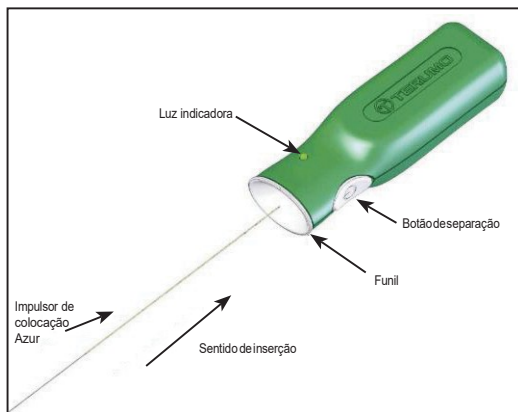

Figura 2 – Controlador de separação Azur
13. Antes de usar o dispositivo, remova a extremidade proximal do impulsor de colocação da embalagem em forma de tubo. Cuidado para não contaminar esta extremidade do impulsor de colocação com substâncias estranhas, como sangue ou contraste. Insira firmemente a extremidade proximal do impulsor de colocação dentro da seção do funil do controlador de separação Azur. Consulte a Figura 2. **Não pressione o botão de separação neste momento.**
33. Conecte a extremidade proximal do impulsor de colocação ao controlador de separação Azul inserindo firmemente a extremidade proximal do impulsor de colocação dentro da seção do funil do controlador de separação Azul. Consulte a Figura 2.